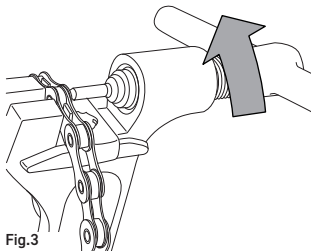

Fig.3
- enroscar la herramienta hasta que el perno no haya salido completamente del orificio del eslabón (Fig. 3).